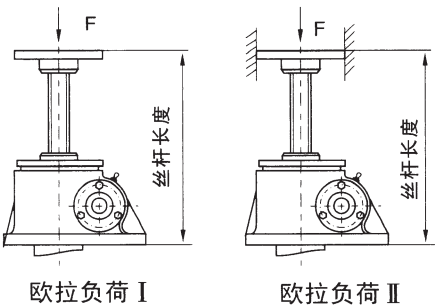
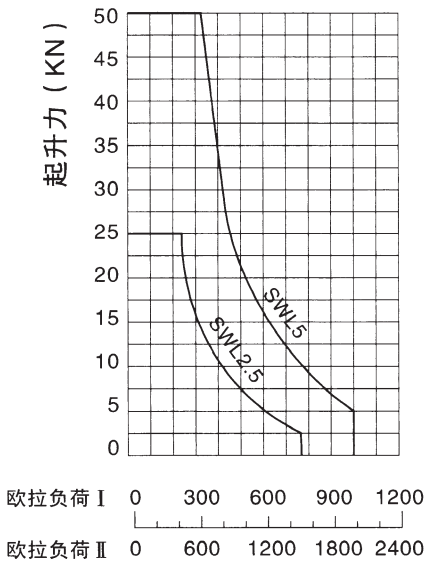
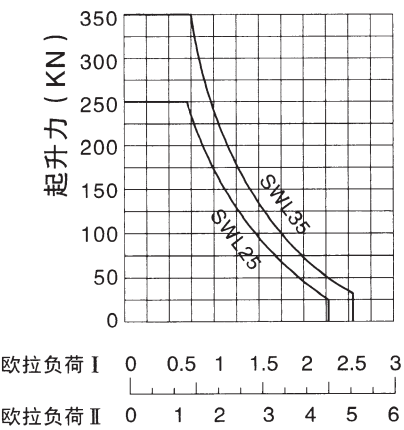

图1
图2 丝杆长度 (mm)
图4 丝杆长度 (mm)
根据丝杆行程和提升负荷查图1~图4，找出所需升降机的型号，再查提升力和提升速度表，校核提升速度是否满足要求。
根据 $F=20\text{KN}$ ，丝杆行程=400mm查图2，选择SWL5升降机。再查提升力和提升速度表核对SWL5升降机在25KN负荷下只允许0.526m/min的速度，只有重选大型号的升降机，再查提升力和提升速度表得知SWL10在20KN负荷下允许提升速度为1.44m/min满足要求。
- 1) 当压力负荷减小时，提升高度可随之增大（两者具体关系详见图2~图4）；